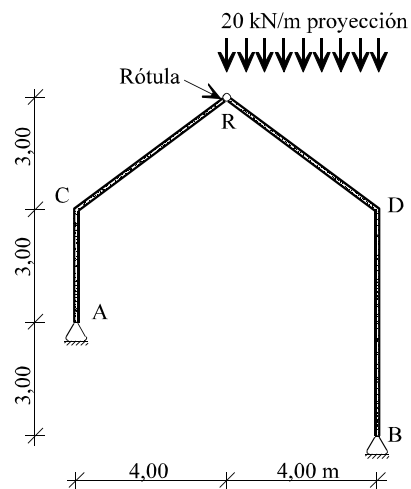

Figura 4
4) El pórtico **triarticulado** de la figura 4 sufre la carga repartida (uniforme por unidad de proyección) mostrada en la figura. Se pide:
11) El pórtico triarticulado de la figura 4 sufre un incremento de temperaturas uniforme de $50\text{ }^\circ\text{C}$. El coeficiente de dilatación del material es $\alpha=10^{-5}\text{ }^\circ\text{C}^{-1}$. Se pide: